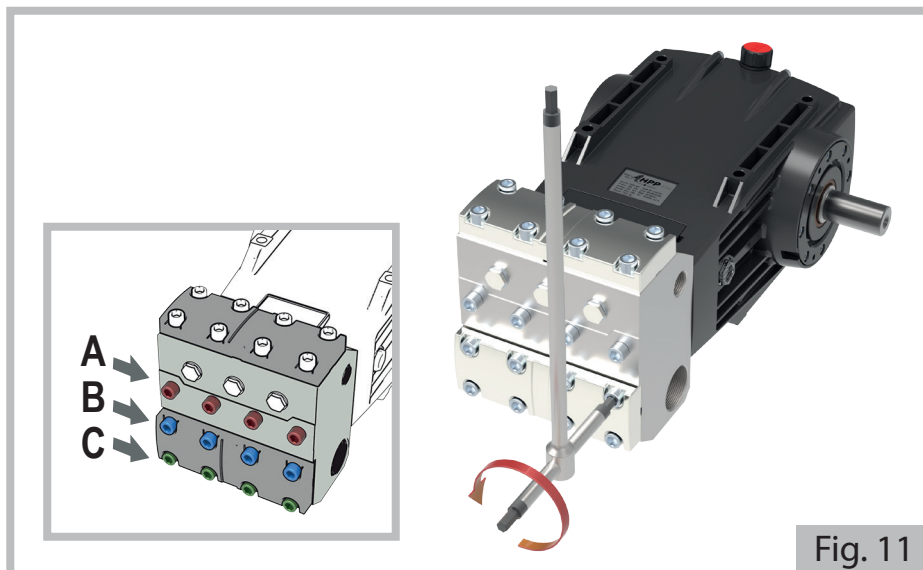

Fig. 11
- a) Mediante uma chave umbraco 12 mm, afrouxar de uma rotação os quatro parafusos **C** e desapertar completamente os oito parafusos **A** e **B** (vide pormenor na Fig. 11). Extrair com atenção a cabeça (3)